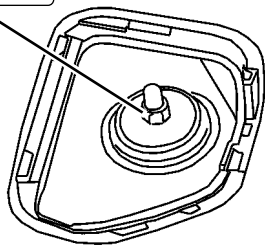

図4-3
4. フランジナット (締付トルク : 29N・m) を使用して、リアショックアブソーバASSY (同梱品) を車両に取付けてください。(図4-3)